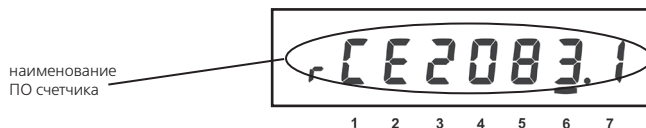

Рисунок 3.25
3.2.6.2 Окно «Наименование ПО счетчика» (рисунок 3.25):